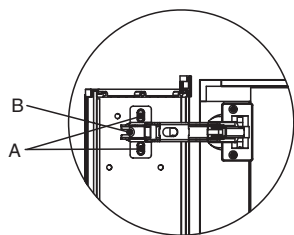

Fig. 6 图6
- This screw releases the door from the cabinet and allows up and down adjustment. Fig.6-A & 7.
此螺钉松开可将门卸下，并可作上下的位置调整，如图6-A、7所示。
- These screws allow you to plumb the door as shown in Fig.6-B & 8.
这些螺钉松开可将门作如图6-B、8所示的前后的位置调整。